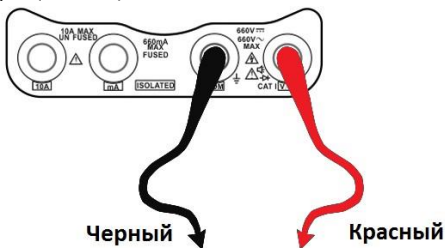

Рис.40
1. Подключить черный щуп к разъему “COM”, а красный щуп к разъему “V/Ω” CCTV-тестера (Рис.40).